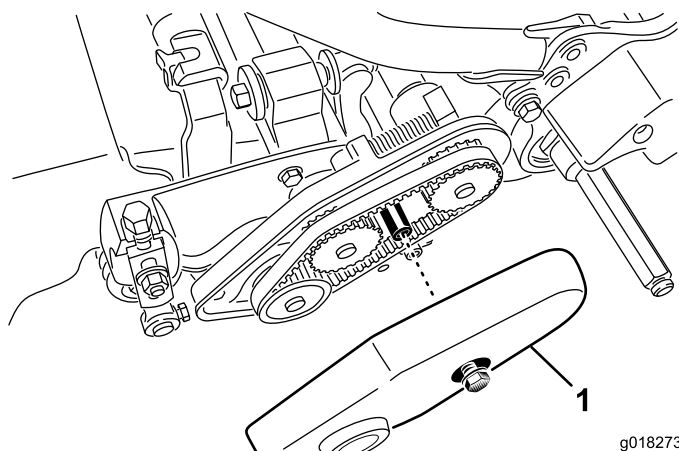

Figure 42
1. Desserrez le boulon à embase qui fixe le couvercle de la courroie et déposez le couvercle pour exposer la courroie (Figure 42).